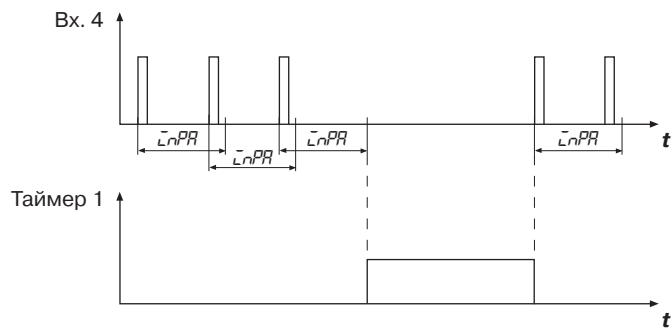

Рис. 4
3.2.5.1. Таймер 1 предназначен для формирования сигнала о превышении максимально допустимого периода следования импульсов с датчика. Если в течение времени, заданного в программируемом параметре  $\overline{LnPR}$  (см. прил. В, табл. В3), сигнал со входа 4 не поступает, что свидетельствует о замедлении вращения или заклинивании вала задвижки или затвора, то Таймер 1 выдает сигнал на блок управления и Таймер 3 (рис.4).